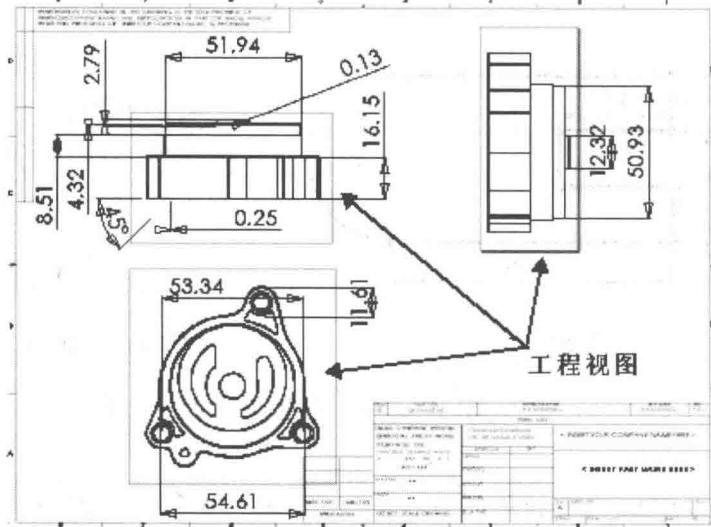

图 1.1 二维工程图
(1) SolidWorks 2003 模型由零件、装配体和工程图组成，并且三者具有联动功能，如图 1.1、图 1.2 所示。